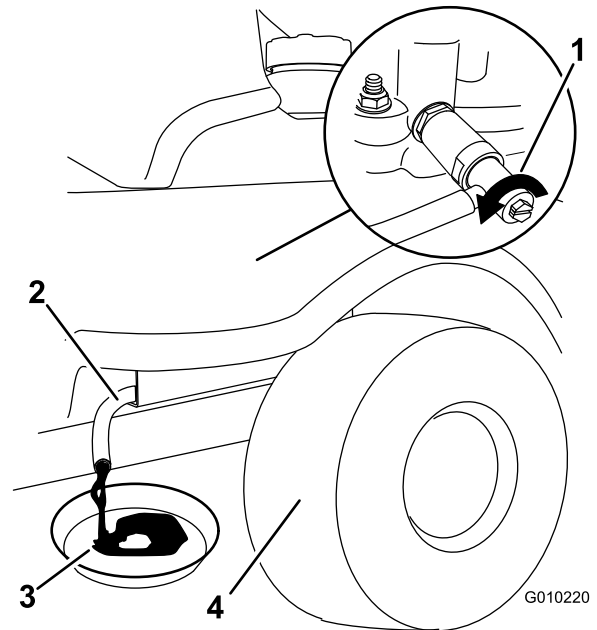

Figure 37
6. Placez un bac sous le flexible de vidange. Ouvrez le robinet de vidange pour permettre à l'huile de s'écouler (Figure 37).
8. Enlevez le flexible de vidange (Figure 37).